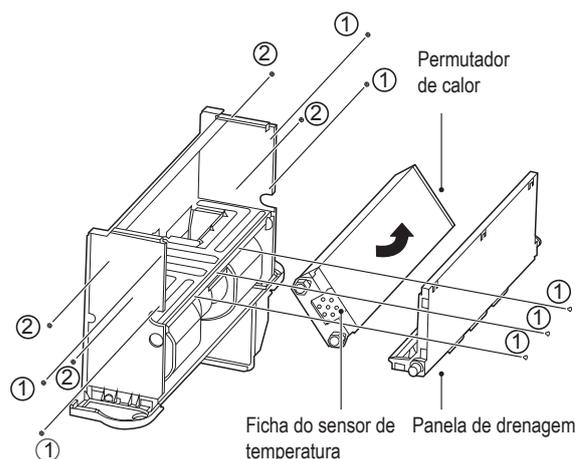
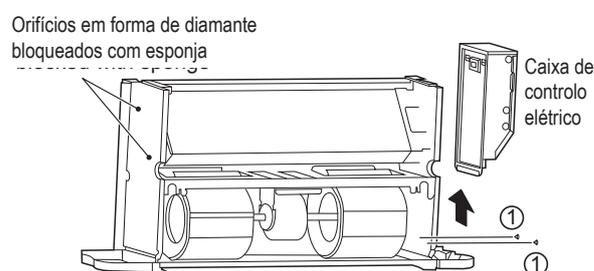

Figura 5-18
Figura 5-19 Remoção da caixa de controlo eléctrico e bloqueio dos orifícios em forma de diamante
Como mostrado na Figura 5-18, remova os parafusos ① \*7 para a remoção da bandeja de drenagem.
Gire a bobina na direção mostrada na Figura 5-18. Como mostrado na Figura 5-19, remova os parafusos ① \*2 para a remoção da caixa elétrica.
Como mostrado na Figura 5-19, bloqueie os orifícios em forma de diamante na placa lateral (a placa sem tubos de entrada e saída) com esponja.